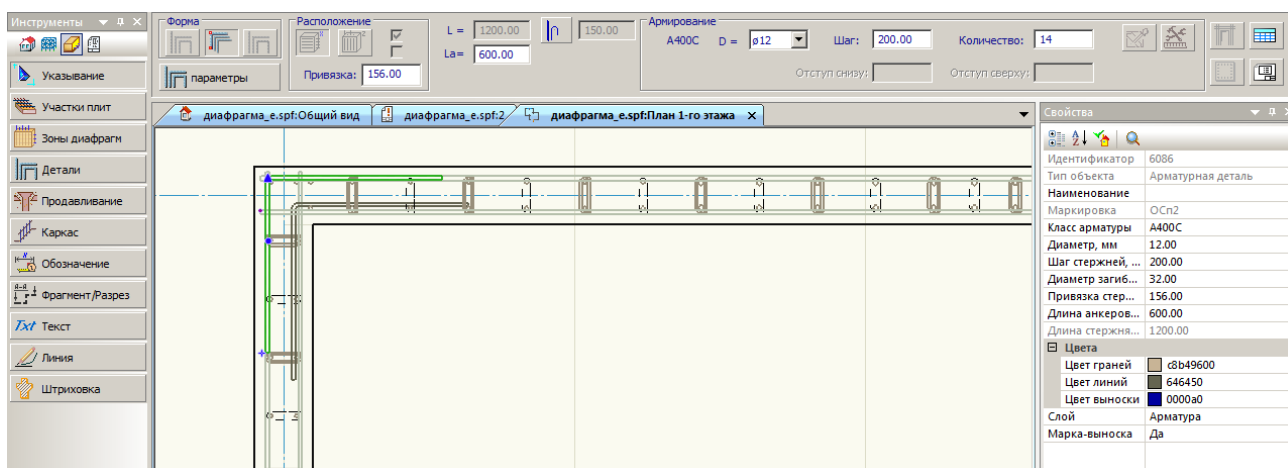

Рис.8.35. Размещение Г-элементов
- Разместите деталь возле наружного угла стен (рис.8.35) задав угловую точку детали и направление, в котором деталь будет располагаться.
- Разместите еще одну деталь у внутреннего угла стены (рис.8.35). При необходимости отредактируйте привязку детали – **67мм**